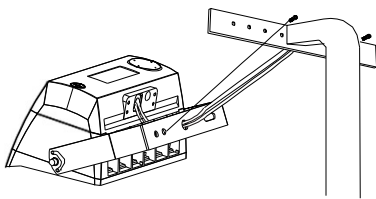

Figure 19
1. Percez deux trous à 10cm (3-15/16«) d'intervalle autour des fils d'alimentation d'entrée. **Reportez-vous à la Figure 19.**